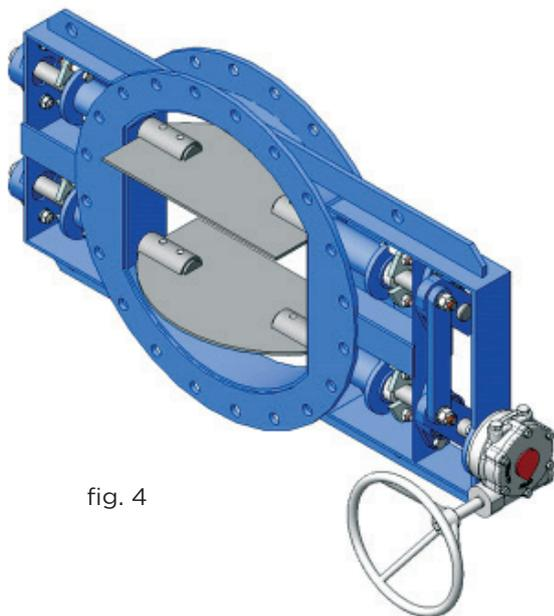

fig. 4
- Por otra parte est n los cilindros neum ticos lineales (fig. 4). En este tipo de accionamientos se monta una biela sobre el eje de accionamiento con el objetivo de poder convertir el movimiento lineal que genera el cilindro en rotatorio y as  poder girar las lamas.